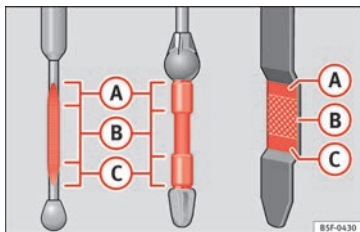

Fig. 240 Asta di misurazione livello olio motore
– In seguito, estrarla di nuovo e controllare il livello dell'olio » **fig. 240**. Se necessario, rabboccare dell'olio.
Se il livello dell'olio si trova al di sopra della zona»» fig. 240 **A, non avviare il motore. Pericolo di danni al motore e al catalizzatore! Rivolgersi presso un'officina specializzata.**
Il livello dell'olio non deve superare assolutamente il settore»» fig. 240 **A. L'olio in eccesso potrebbe altrimenti essere aspirato attraverso lo sfiato del basamento ed essere liberato nell'atmosfera attraverso l'impianto di scarico.**